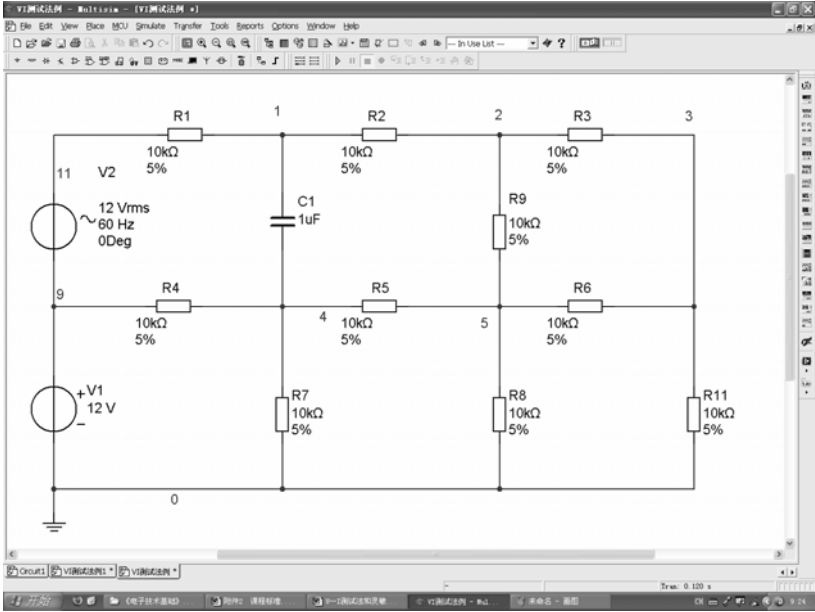

图 16-1 电路原理图
1) 在 Multisim10 仿真环境下输入电路的原理图，并仿真其功能。示例电路如图 16-1 所示。
- 1) 在 Multisim10 仿真环境下输入电路的原理图, 并仿真其功能。电路如图 16-1 所示。